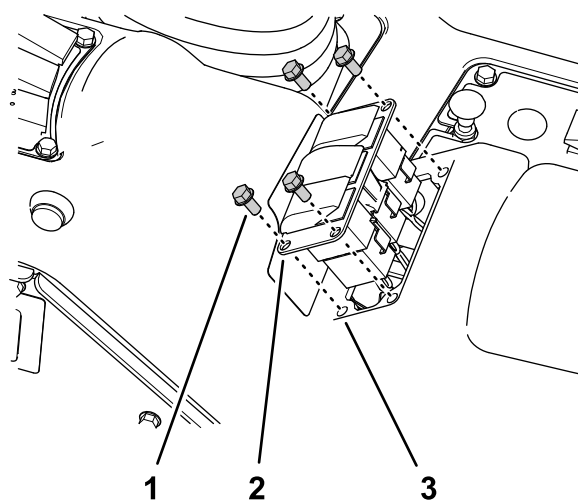

Figure 33
1. Retirez les 4 vis à embase (1/4" x 1/2") qui fixent le bloc de 3 interrupteurs à la console de commande (Figure 33).
3. Débranchez le connecteur à 8 douilles du faisceau de la machine (étiqueté **Rate Switch**) du connecteur à 8 broches de l'interrupteur (Figure 33).
6. Placez le cache d'interrupteur en face de l'ouverture dans le bloc de 3 interrupteurs occupée précédemment par l'interrupteur de débit (Figure 33).
7. Insérez le cache dans le bloc de 3 interrupteurs jusqu'à ce qu'il s'enclenche solidement dedans (Figure 33).